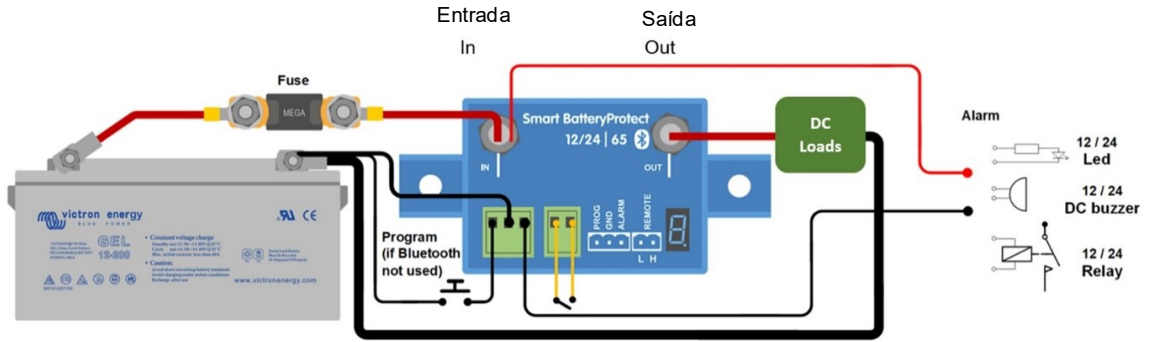

Figura 1: Esquema de ligações do SBP-65 (use a entrada remota para a funcionalidade de ligar/desligar do sistema)
8. Pode conectar um interruptor de ligar/desligar entre H Remoto e L Remoto (consulte a Figura 1). Em alternativa, pode comutar o terminal H para alto (para o positivo da bateria) ou o terminal L para baixo (para o negativo da bateria).
9. Pode ligar uma campainha, um LED ou um relé entre o terminal de saída do alarme e o positivo da bateria (ver figura 1). Carga máxima na saída de alarme: 50 mA (à prova de curto-circuito).